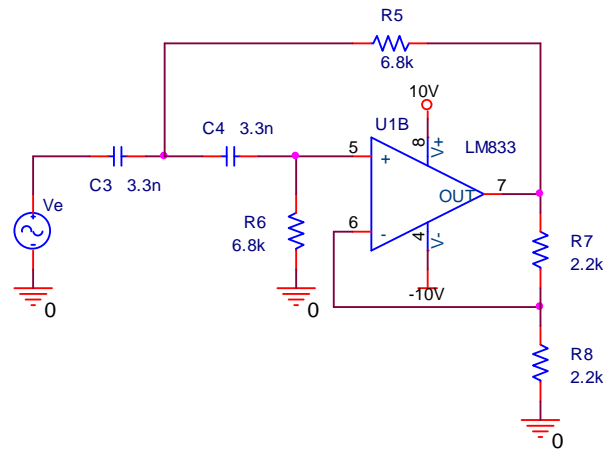

Figura 2
- 6) Implemente el circuito de la figura 2 y conecte en su entrada el generador de funciones con una señal senoidal de 1Vpp.